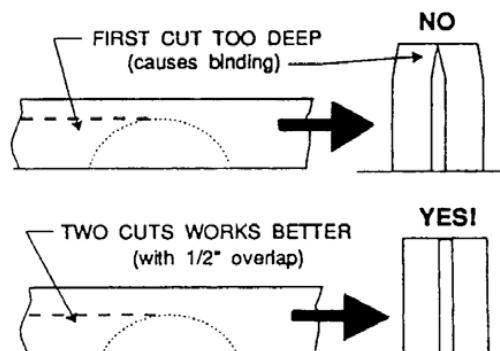

Рис. 32
- Не используйте упор для распила под углом 45 градусов и параллельный упор в одной и той же операции, если к параллельному упору не прикреплена накладка, чтобы позволить торцованной части заготовки прибывать в свободном перемещении, при торцевании следующей части (рис. 32).
В распиловке более толстых досок, установите высоту пильного диска, чтобы наложить на два пропила 1/2" высоту зуба, как показано на рис. 32. Слишком глубокий первый пропил может привести к зажиманию пильного диска и возможным травмам на втором пропиле. Всегда устанавливайте ту же самую сторону доски против упора для обоих пропилов.